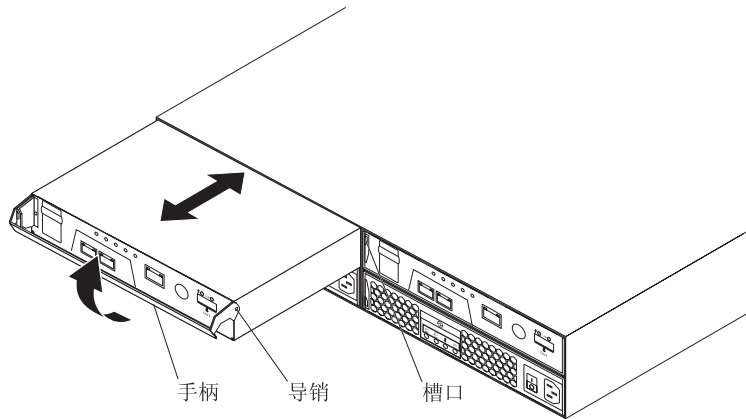

图 35. 卸下控制器
- 从机架中缓缓拉出手柄，将控制器从托架中卸下，如图 35 所示。